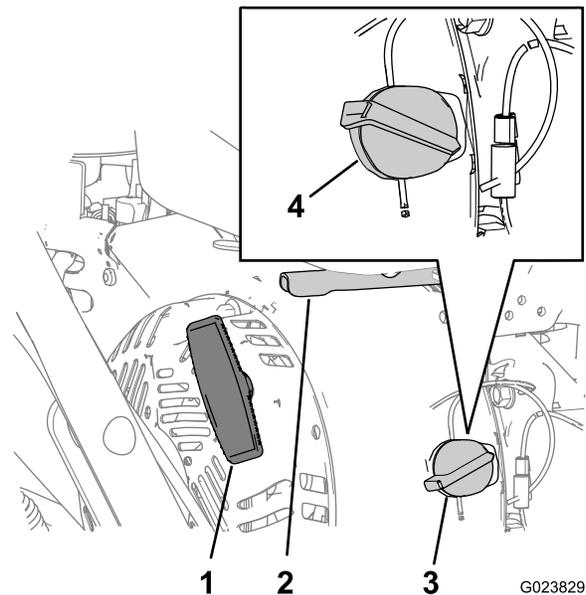

Figure 10
1. Sur le côté droit moteur, tournez la commande marche/arrêt du moteur dans le sens horaire à la position DE MARCHE (Figure 10).
3. Placez la commande d'accélérateur, située sur le côté arrière droit du moteur, à mi-course entre les positions HAUT RÉGIME et BAS RÉGIME (Figure 10).
4. Tirez lentement la poignée du lanceur jusqu'à ce que vous sentiez une résistance, puis arrêtez (Figure 10).
2. Placez la commande d'accélérateur à mi-course entre les positions BAS RÉGIME et HAUT RÉGIME (Figure 10).
3. Laissez tourner le moteur pendant au moins 15 secondes, puis tournez la commande Marche/Arrêt du moteur en position ARRÊT pour couper le moteur (Figure 10).